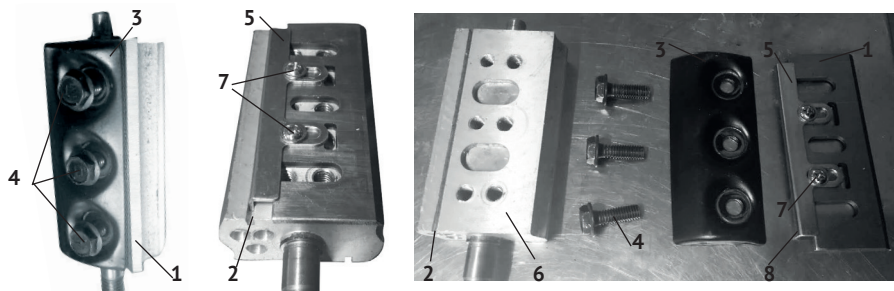

рис.2
- зафиксировать барабан (рис.2 поз.6), чтобы он не проворачивался;
- открутив три винта крепления (рис.2 поз.4) накладным ключом (из комплекта поставки), снять прижимную пластину (рис.2 поз.3);
- извлечь из паза барабана (рис.2 поз.2) регулировочную пластину (рис.2 поз.3), с закреплённой на ней двумя винтами (рис.2 поз.7) ножом (рис.2 поз.1);
- отвинтив винты регулировочной пластины (рис.2 поз.7), снять нож (для заточки или замены);
- вставить бортик регулировочной пластины, с закреплённым на ней ножом в паз барабана, как показано на рис.2);